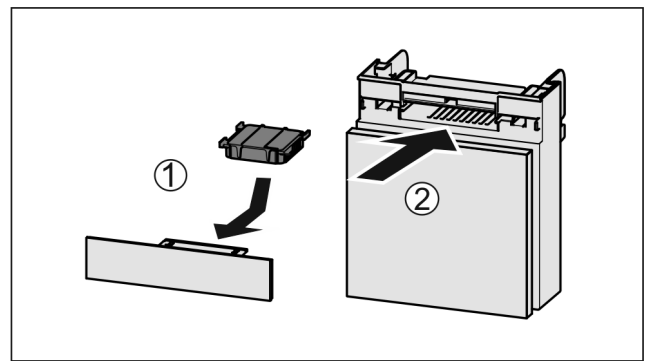

Fig. 130
- ▶ Helyezze be Fig. 130 (1) az aktív szén-szűrőt az ábrán látható módon.
- ▶ Tolja be Fig. 130 (2) a rekeszt.